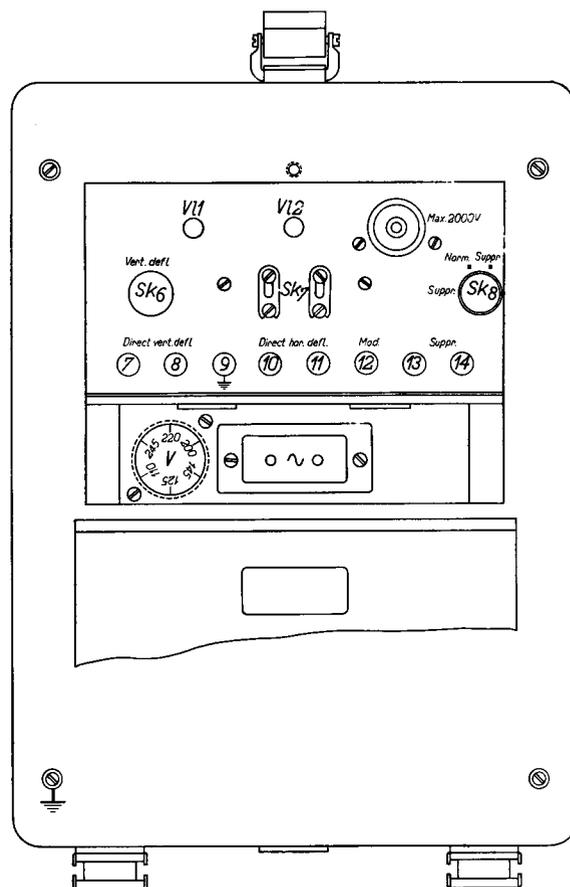

Fig. 9. Rückansicht (Klappe geöffnet)
Erde - Die grosse Rändelmutter „ $\frac{1}{2}$ “ (Fig. 9), an der Rückseite, ist mit einer zuverlässigen Erdleitung zu verbinden. Erst danach darf die Verbindung mit dem Netz erfolgen.
Die Senkrechtblenklplatten können durch Herausziehen des Ablenkungsschalters Sk_6 direkt an die Klemmen Bu_7 und Bu_8 (s. Fig. 9) angeschlossen werden. Über Eingangsspannung, Eingangswiderstand und Empfindlichkeit dieser Klemmen siehe unter „Technische Daten“.
In diesem Falle müssen die beiden Anschlussstreifen Sk_7 auf der Rückwand, die die Platten der Kathodenstrahlröhre mit dem Zeitgerät verbinden, losgelöst werden (s. Fig. 9). Der Anschluss erfolgt an den Buchsen Bu_{10} und Bu_{11} .
Bei verschiedenen Vorgängen ist es ferner erwünscht, in dem Diagramm über eine Zeitmarke zu verfügen. Man kann hierzu eine gestrichelte Linie hervorbringen, wobei dann die zwischen den Strichen liegende Zeit bekannt ist. Man schliesst zwischen den Buchsen Bu_{12} und Bu_9 (Erde) (Fig. 9) eine Wechselspannung mit Frequenz n an. Bei genügend grosser Amplitude (ca. 15 V_{eff}) wird der Elektronenstrahl n mal in der Sekunde unterdrückt, wodurch man ein gestricheltes Diagramm erhält.
2. Auch durch einen äusseren Schalter kann der Elektronenstrahl unterdrückt werden. Schalter Sk_8 (s. Fig. 9) wird in die Stellung „Suppr.“ gebracht, der äussere Schalter kann alsdann zwischen den Klemmen Bu_{13} und Bu_{14} auf der Rückwand angeschlossen werden.